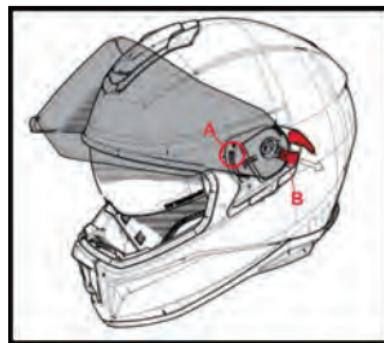

Fig.3
2.2 Desencajar el gancho A y extraer la pantalla accionando el cursor B como se ilustra en la Fig 3.